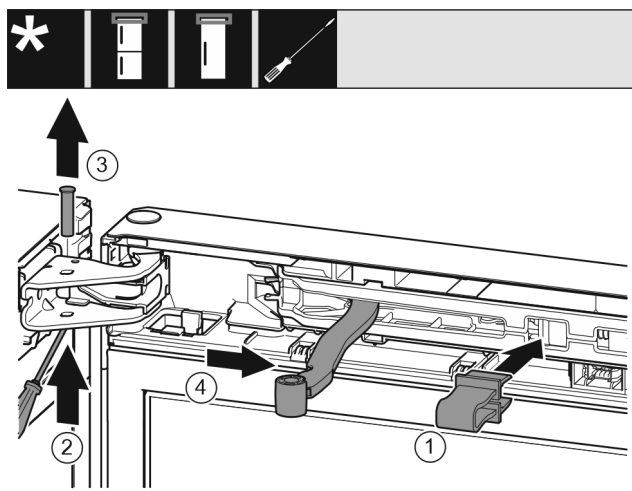

Fig. 11
- Зафиксируйте предохранитель Fig. 11 (1) в отверстии.
- Выкрутите палец Fig. 11 (2).
- Извлеките палец Fig. 11 (3) движением вверх.
- Поверните шарнир Fig. 11 (4) в направлении двери.